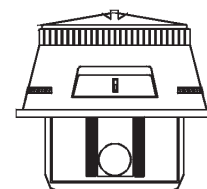

FIG. 3
3. Retire el filtro de hule espuma localizado en la parte inferior de la cabeza (fig. 3), lávelo a mano con agua fría, déjelo secar completamente antes de reinstalarlo. Nunca use fuentes de calor para acelerar el tiempo de secado, esto lo deformará.